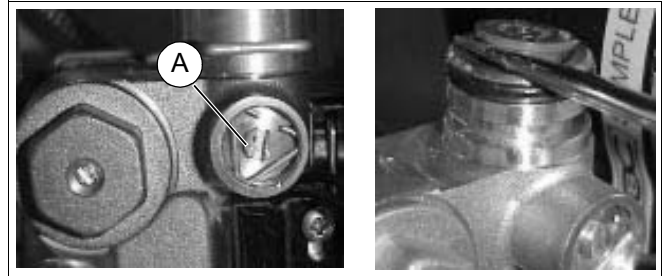

Fig. 1 Setarea debitului de curgere
Cantitatea de debit de 12 (14) l/min poate fi obținută în cazul unei presiuni de intrare de 2 bar. Dacă presiunea de intrare depășește 2 bar atunci cantitatea de debit poate fi diminuată până la 12 (14) l/min. Rotoți astfel șurubul (Fig. 1, **Poz. A**) în sensul acelor de ceas. Dacă, în caz contrar, presiunea de intrare este mai mică de 2 bar, atunci se poate obține un debit de 12 (14) l/min prin rotirea șurubului (Fig. 1, **Poz. A**) în sensul opus acelor de ceas. Dacă nu se poate obține un debit de 12 (14) l/min atunci se poate îndepărta limitatorul de debit de la locul său.